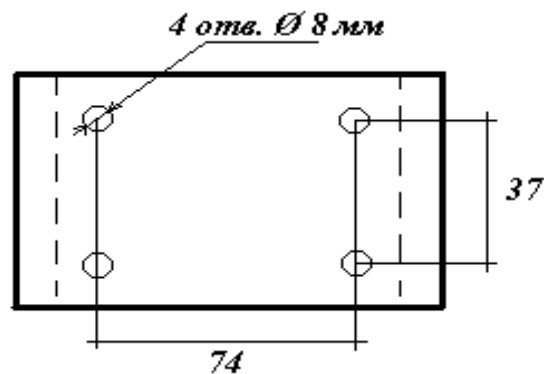

Рис. 3 – Крепежная площадка МПП «Гарант-7»
5.3 Закрепить крепёжную(ые) площадку(и) модуля(ей) в соответствии с определёнными местами (по п. 5.2). Координаты отверстий для крепления модулей «Гарант-7» показаны на рис. 3.